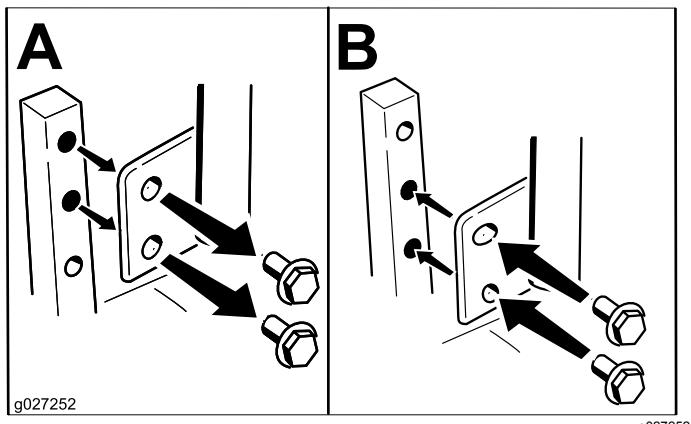

図 10
走行コントロールレバーの高さを使いやすい高さに調整することができます図 10。
2. レバーを前後に動かせる程度に、下ボルトをゆるめる図 10。